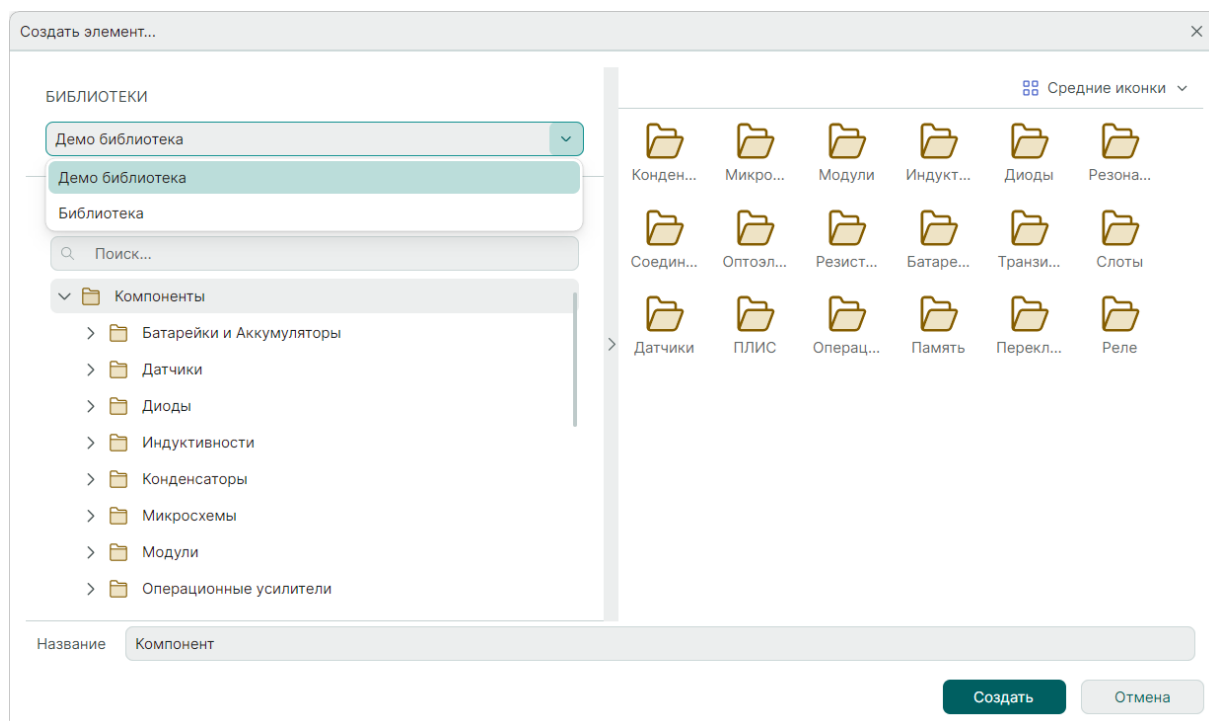

Рис. 199 Выбор библиотеки для компонента
2. Выберите библиотеку из выпадающего списка «Создать элемент» → «Библиотека», см. Рис. 199.